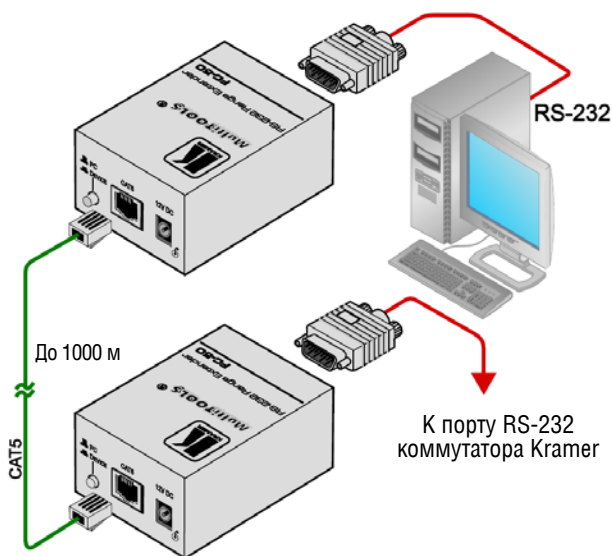

Рис. 3. Подключение удлинителя интерфейса RS-232 FC-50
Чтобы подключить два устройства **FC-50**, как это показано в примере на рис. 3, действуйте в следующем порядке:
5. Подсоедините сетевой адаптер на 12 В постоянного тока к розетке входа электропитания на **FC-50**, а адаптер подключите к электросети (на рис. 3 не показан).